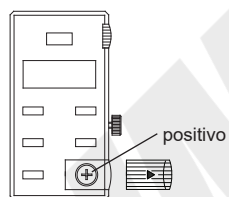

fig.1
1. Coloque la pila en la báscula, el lado positivo de la pila debe mirar hacia fuera (fig.1).